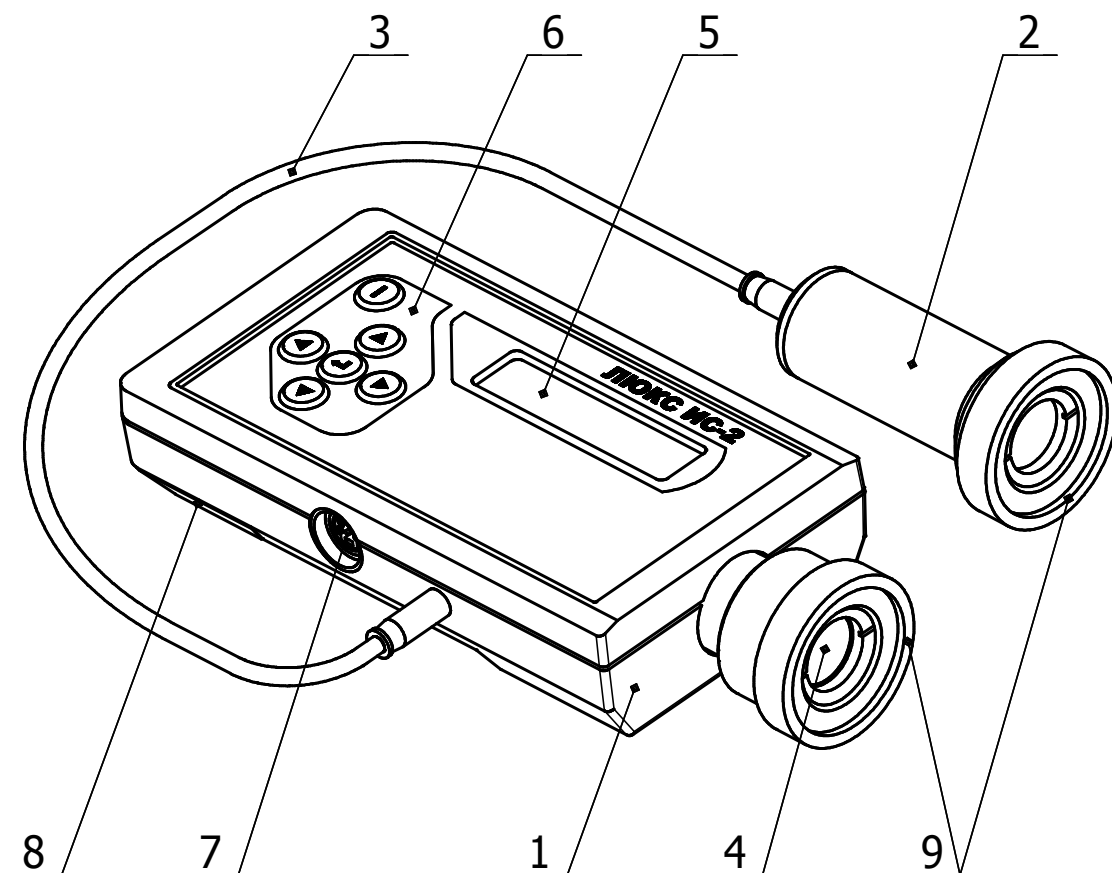

Рисунок 2 – Внешний вид прибора
В данном меню также можно передать выбранную запись или все записи в ПЭВМ. Для этого необходимо подключить один конец интерфейсного кабеля (поставляемого по отдельному заказу) к универсальному разъему 7 (рисунок 2), а второй к разъему USB ПЭВМ. На ПЭВМ запустить специальное программное обеспечение, в котором перейти в режим ожидания данных.
2.5.1 Подключить кабель зарядного устройства к универсальному разъему 7 (рисунок 2).